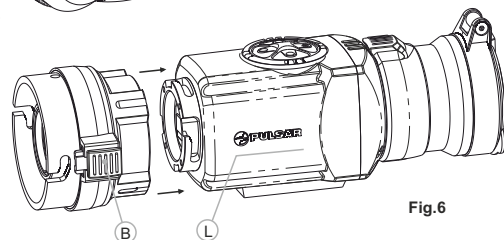

Fig.6
- Coloque el ocular del visor acoplable de modo que la cerradura (B) es paralela al logotipo Pulsar (L) en el cuerpo del monocular (Fig.6).
- Inserte el ocular del visor acoplable en el cuerpo del monocular hasta el fin y fíjelo girando la anilla de tipo bayoneta (7) en sentido de las agujas del reloj.